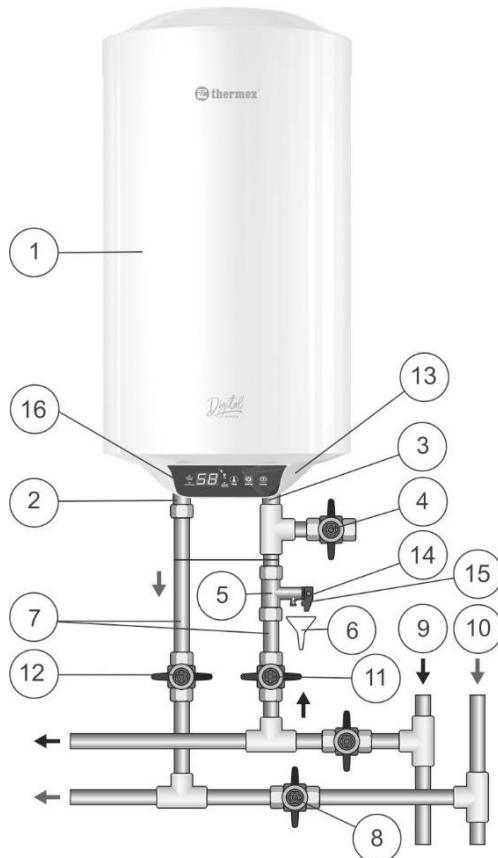

Fig. 1. Schema del collegamento idraulico dello scaldacqua
E indispensabile assicurare lo scarico d'acqua dall'attacco di scarico della valvola di sicurezza (Fig. 1, pos.14) alla canalizzazione mediante l'apposito scarico (Fig. 1, pos.6) previsto durante il montaggio.
E indispensabile provvedere regolarmente (minimo una volta al mese) allo scarico di una porzione piccola dell'acqua dall'attacco di scarico della valvola di sicurezza alla canalizzazione per lo scopo di pulizia del calcare e controllo di funzionalità della valvola di sicurezza. Una leva (Fig. 1, pos.15) serve per aprire la valvola di sicurezza. Occorre assicurare che durante il funzionamento dello scaldacqua la leva suindicata sia in posizione che chiuda lo scarico dell'acqua dal serbatoio.
Montare la valvola di sicurezza (Fig. 1, pos.5) all'entrata dell'acqua fredda (Fig. 1, pos.3), un raccordo con anello di colore blu, a 3,5-4 giri assicurando la tenuta idraulica del collegamento con qualsiasi materiale di guarnizione (lino, nastro Teflon, etc.).
Il collegamento idraulico si effettua secondo le indicazioni riportate sulla Fig. 1 esclusivamente a mezzo dei tubi di rame, tubi multistrato di tipo «M-pipes» (costituite da strati polimerici e metallici) o di plastica oppure dei raccordi flessibili idraulici. E vietato l'utilizzo dei raccordi flessibili idraulici già usati. Si consiglia di alimentare lo scaldacqua con l'uso di filtro defangatore montato sulla tubazione di acqua fredda (non in dotazione).
Fig. 1: 1 – Scaldacqua, 2 – raccordo per l’uscita dell’acqua calda, 3 – raccordo per l’entrata dell’acqua fredda, 4 – rubinetto di scarico (non in dotazione), 5 – valvola di sicurezza, 6 – scarico alla canalizzazione (non in dotazione), 7 – tubi di alimentazione, 8 – chiudere il rubinetto quando lo scaldacqua è in uso, 9 – tubo di acqua fredda, 10 – tubo di acqua calda, 11 – rubinetto dell’alimentazione di acqua fredda, 12 – rubinetto dell’uscita di acqua calda, 13 – calotta di protezione, 14 – attacco di scarico della valvola di sicurezza, 15 – leva di apertura della valvola di sicurezza, 16 – pannello di comando.
NB: per facilitare la manutenzione dello scaldacqua durante il suo uso si consiglia d'installare il rubinetto di scarico (Fig. 1, pos.4) in conformità alle indicazioni fornite sulla Fig. 1 (per i modelli non dotati del raccordo di scarico (non è in dotazione)).
| Lo scaldacqua è acceso ma non riscalda l'acqua | Il rubinetto (Fig. 1, pos.8) non è chiuso o non funziona | Chiudere o sostituire il rubinetto (Fig. 1, pos.8) |